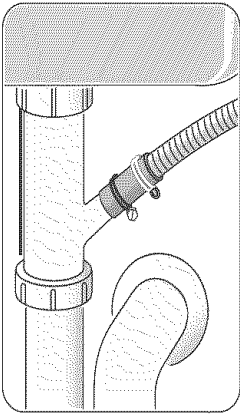
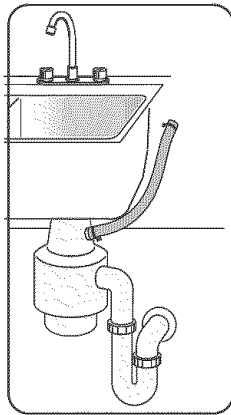

Ilustración 22
Ilustración 23
- 1) Directamente a la conexión de evacuación debajo del fregadero, como muestra la Ilustración 22.
- 2) Directamente a la conexión de evacuación para lavadoras de platos en un eliminador de basura, como muestra la Ilustración 23.
Si la manguera de desagüe de la lavadora se conecta directamente ya sea a una conexión de evacuación para lavadoras de platos debajo del fregadero, como muestra la Ilustración 22, o de otro modo a la conexión para lavadoras de platos de un eliminador de basura, como muestra la Ilustración 23, dele forma curva a la manguera de desagüe de la lavadora y sujete una sección de la curva separada del piso del gabinete por un mínimo de 20" (51 cm).